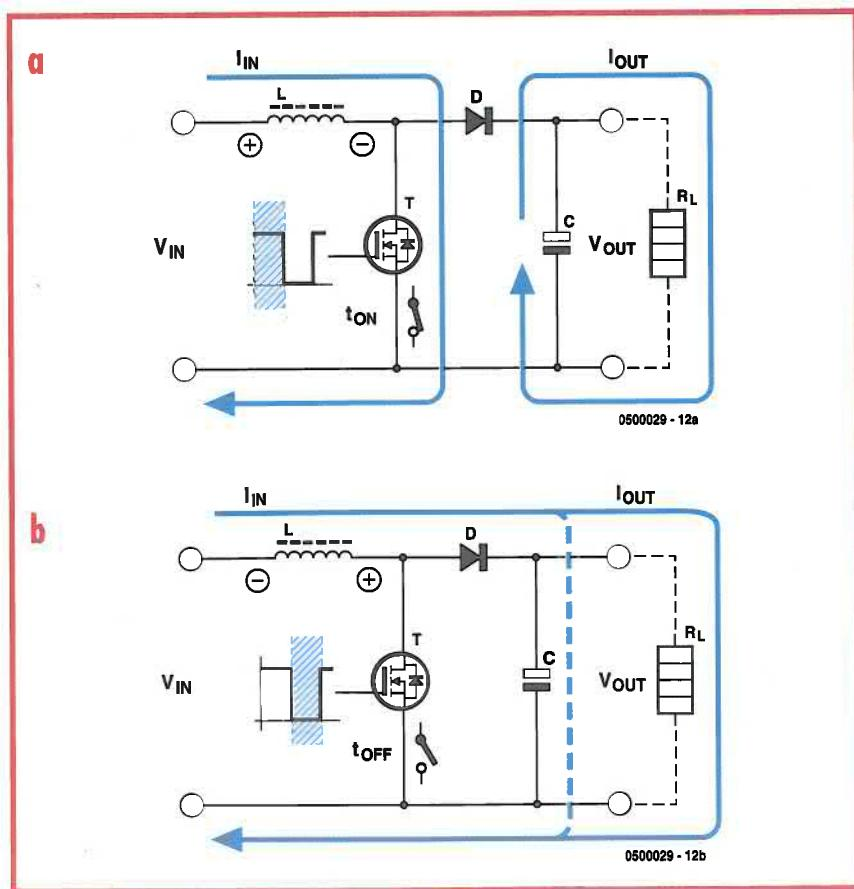

Figura 1. Principio de funcionamiento del conversor ascendente: fase de encendido (a) y fase de apagado (b).
El principio de funcionamiento del conversor de tensión ascendente se muestra en la **Figura 1**. Cuando el conmutador de alimentación (transistor MOSFET T) conduce (**Figura 1a**), la corriente pasa a través de la bobina y produce un campo magnético. El ánodo del diodo (D) estará a "casi" el potencial de masa, de manera que no conducirá y cualquier energía previamente almacenada en el condensador C se suministrará a la carga (R_L). El núcleo de la bobina tiene un hueco de